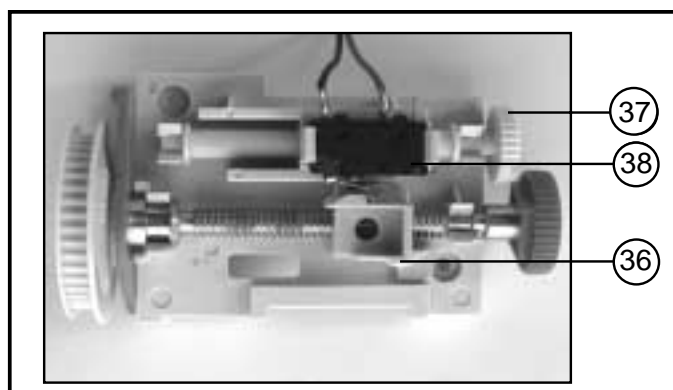

Fig. 7: Regolazione del punto di riferimento (il portone è aperto)
- Ribloccare il disco (33) e fermarlo in modo che si senta scattare la leva di folle.
- Ruotare la vite di regolazione con la rotella zigrinata (37) fino a che l'interruttore del punto di riferimento (38) non viene azionato dal cursore azzurro (36) (vedere fig. 7).